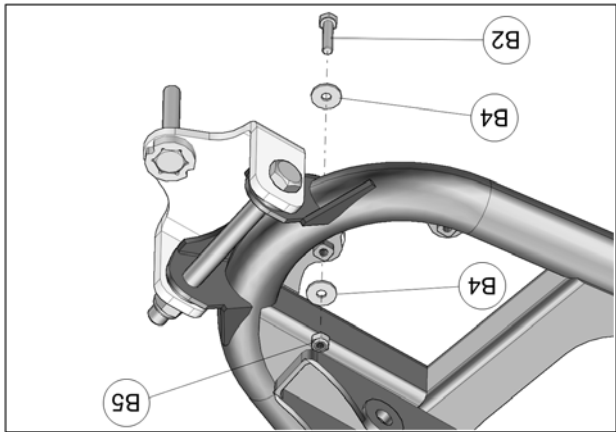

Fig. 9
8. Fixer l'extrémité de l'ancrage au bras de suspension en insérant le boulon M6 (B2) avec une rondelle (B4) par le dessous de l'ancrage. Fixer le boulon en place avec une autre rondelle (B4) et l'écrou de fixation M6 (B5). Serrer dans l'ordre, le boulon M6 à un couple de 10 N•m [7,5 lb•pi] et le boulon M12 à un couple de 88 N•m [65 lb•pi]. Voir la Fig. 9